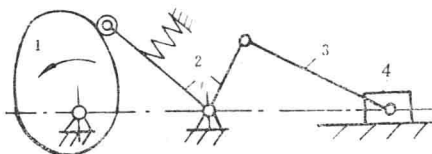

图3·2
3.25 图3·3为打字机换行机构。棘轮齿数 $Z=60$ ，棘轮带动的输纸皮棍直径 $d=40\text{mm}$ 。试解答：